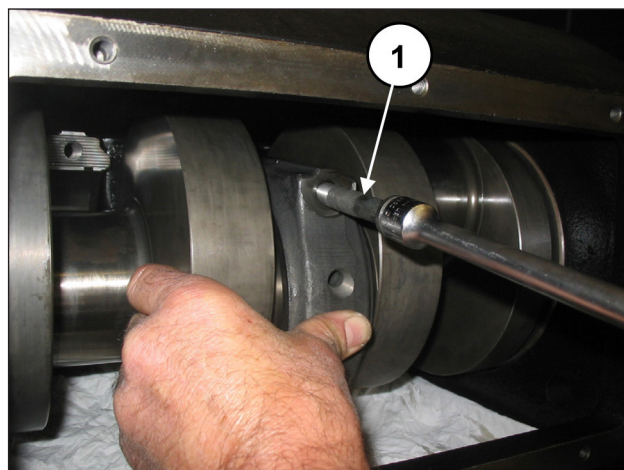

Fig. 59
Fissare i cappelli alle semibielle mediante le viti M12x1.25x87 (pos. ①, Fig. 59).